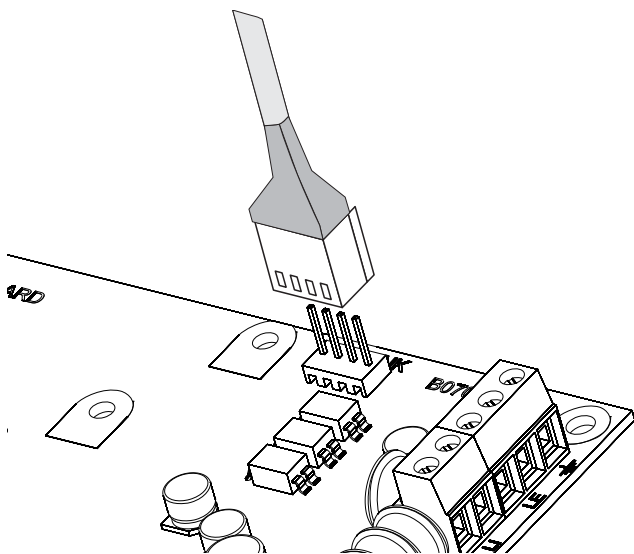

Figura 26 Conexión PC-Link.
1. Conectar el puerto serial RS232 de la Central (**10 - PC-LINK**) a un puerto serial RS232 libre en un PC usando el cable **PC-LINK** (opcional): ver la Figura 26.